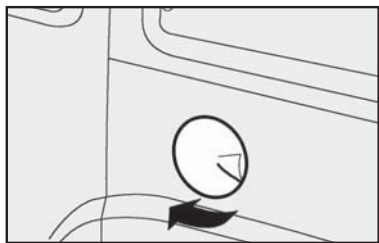

fig. 120
1) Abrir a portinhola de acesso à tampa **fig. 120**.
Para as versões equipadas com a porta lateral corredeira esquerda existe um dispositivo automático de segurança que impede a abertura da porta quando a portinhola de acesso a tampa do bocal de combustível **fig. 120** estiver aberta.
Não abra a portinhola de acesso a tampa do bocal de combustível **fig. 120** com a porta lateral corredeira esquerda aberta, pois a porta poderia mover-se e danificar a carroceria.